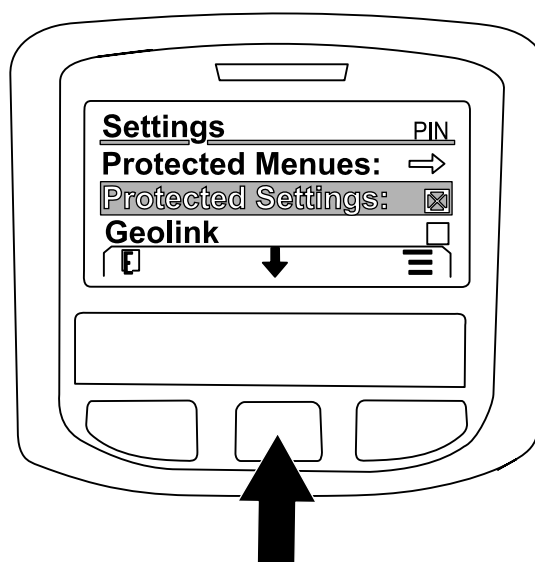

Figure 232
7. Appuyez sur le bouton central pour naviguer jusqu'à l'option GEOLINK, puis appuyez sur le bouton droit pour la sélectionner (Figure 232).